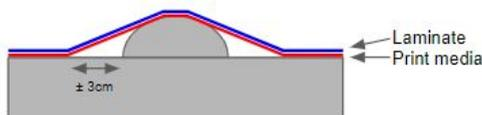

Fig.10
- 1) Posizionare la pellicola sull'intera superficie rivettata, lasciando uno spazio di  $\pm 3$  cm tra la superficie piana e il substrato attorno ai rivetti. Fig.10